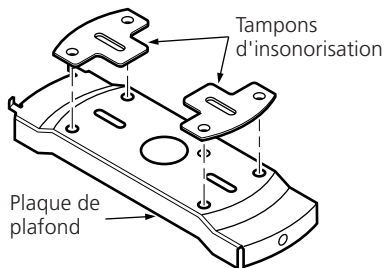

Figure 2a – Placer les tampons d'insonorisation sur la plaque de plafond.
3. Votre ventilateur possède deux tampons d'insonorisation en Néo-prène. Placez les tampons d'insonorisation entre la plaque de plafond et le plafond en insérant les surfaces surélevées de chaque tampon d'insonorisation dans les trous de la plaque de plafond. Référez-vous à la figure 2a.